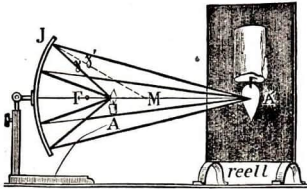

Abb. 230. Zeichenspiegel
#### 4. Wann entstehen „wirkliche“ Bilder? (Abb. 230.)
**Vorübung:** Rücke die Kerzenflamme  $A$  über die Brennweite hinaus! (Abb. 230.) **Zeichne** zwei Strahlen von  $A$  aus gegen den Spiegel und suche die reflektierten, indem du  $\sphericalangle \gamma = \sphericalangle \gamma'$  machst! [Ergebnis: Die reflektierten Strahlen gehen zusammen.]